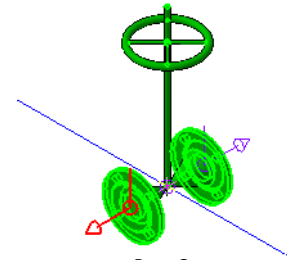
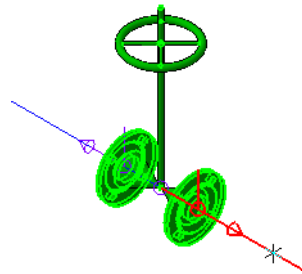

Рис. 2
Рис. 3
3. Укажите **присоединительную точку 1** в списке **Точки** или в окне модели (рис. 2). Затем укажите траекторию, на которой размещается задвижка (рис. 3).